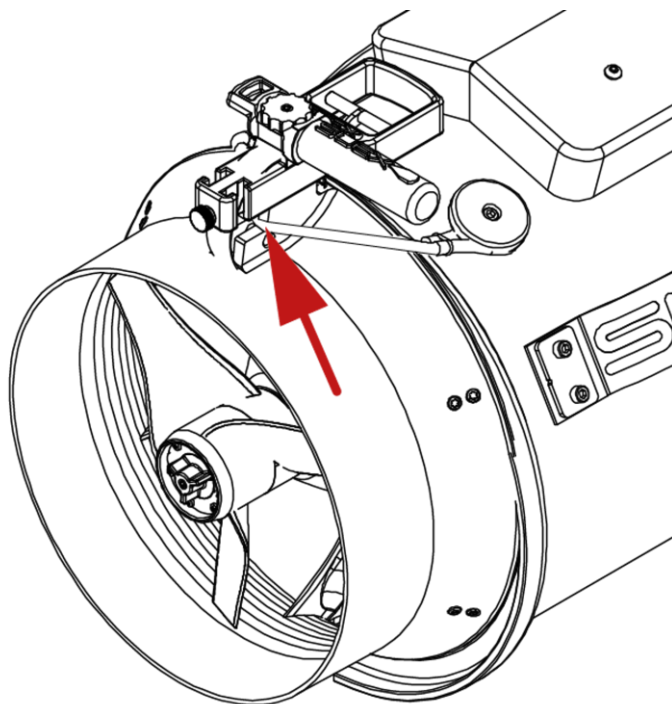

Fig.5 - Aggancio elastico
- Agganciare l'elastico ferma Scooter alla maniglia dello Scooter (Fig. 5) afferrandolo per la maniglia rossa in tessuto;
- Sganciare l'elastico ferma Scooter dalla maniglia dello Scooter (si veda Fig. 5);